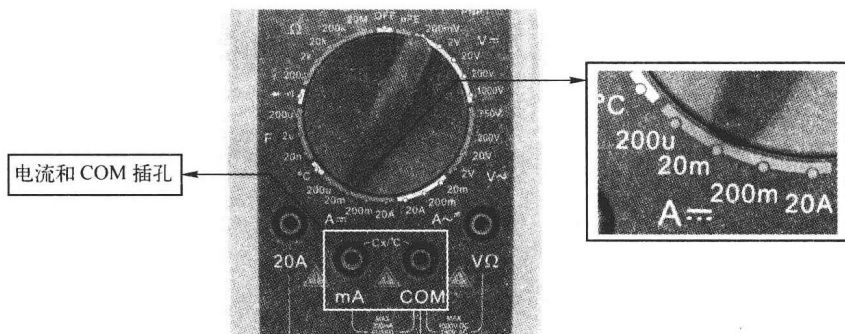

图 1-9 数字万用表 VC890C⁺——电流挡
(2) 电流插孔。测量电流时，应将数字万用表红表笔置于 **mA** 孔，黑表笔置于 **COM** 孔，如图 1-9 所示。
(3) 挡位和量程。估计回路电流大小约为十几毫安，因此将转换开关拨到直流 20mA 挡，如图 1-9 所示。此时，数字万用表就相当于一只直流电流表。